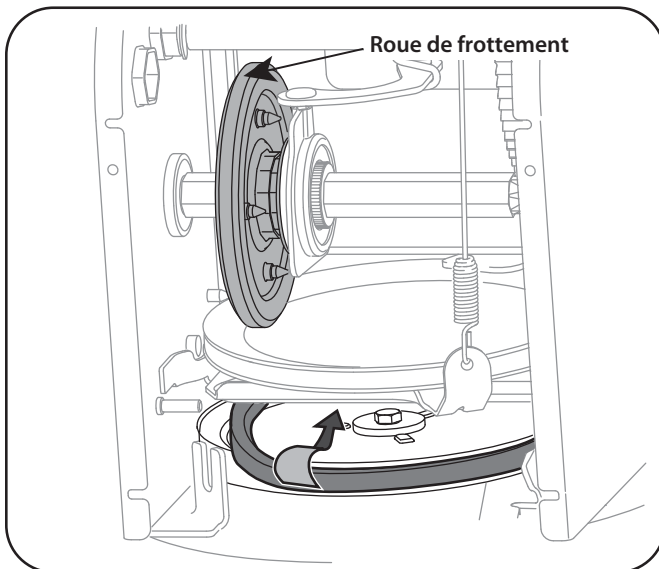

Figure 7-6
- Dégagez la courroie de la poulie de la tarière et faites glisser la courroie entre le support et la poulie de la tarière. Voir la Figure 7-6.